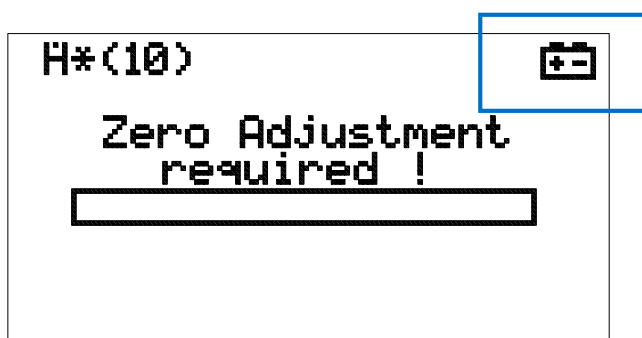

Fig. 19) Indicación de tensión de batería demasiado baja
- El símbolo de batería parpadeante en la pantalla LCD (véase la Fig. 19) indica que las baterías están descargadas y se tienen que sustituir. En este caso también se deben descartar los datos de medición determinados bajo estas condiciones.